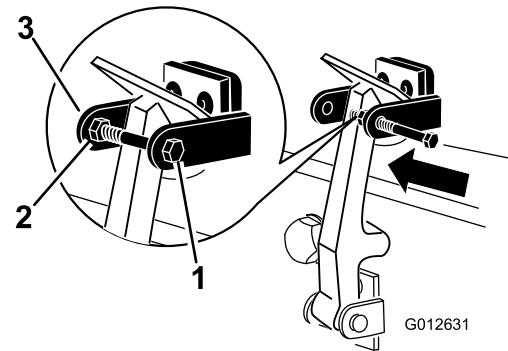

図 18
7. フードロックブラケットのもう一つのアームにボルトを差し込んでラッチをロックする 図 18。